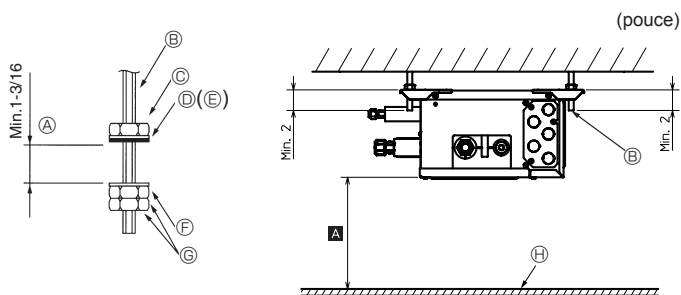

Fig. 6-1
- (2) Fixer les rondelles et les écrous (①, ②, à acheter localement) sur les boulons de suspension. (Fig. 6-1)
- (3) Accrocher l'appareil sur les boulons de suspension.
- (4) Serrer correctement les écrous (vérifier la hauteur de plafond).
- (5) Utiliser un niveau pour ajuster le boîtier de dérivation à l'horizontale.
- ① Une fois l'appareil suspendu et les écrous correctement fixés
② Boulon de suspension
③ Écrou
④ Rondelle (avec amortisseur)
⑤ Vérifier que le plan de joint des matrices est orienté vers le bas
⑥ Rondelle (sans amortisseur)
⑦ Écrou (à acheter localement)